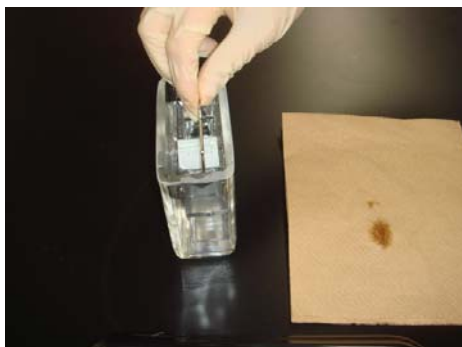

Fig.9 PBS による洗浄操作
- ① 100~200ul の AP Enhancer をスライドの上の切片全体を覆うようにのせて、2-5 分程度、室温でインキュベーションする
- ② ペーパータオルに AP Enhancer をデカントする
- ③ 200ul の FastRed Substrate Solution (Naphthol Buffer 5ml + 1 FastRed Tablet)をスライドの上の切片全体を覆うようにのせて 30 分間、40°Cでインキュベートする
- ④ ペーパータオルに FastRed Substrate Solution をデカントして、1 x PBS で洗浄する（ラックを上下に動かしてよく洗う(Fig. 9)。